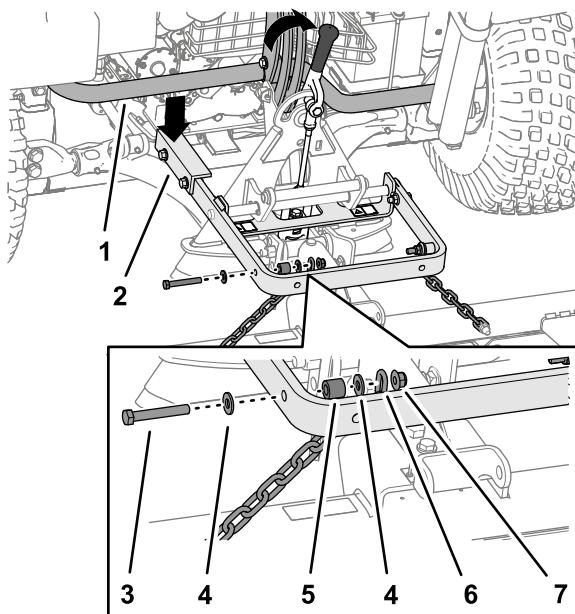

图7
重要事项 提升臂总成的长臂必须位于主机后机架总成的下方图7。
5. 使用 1 个螺栓 $\frac{3}{8} \times 2\frac{1}{2}$ 英寸、2 个垫圈 $\frac{3}{8} \times \frac{7}{8}$ 英寸、1 个隔片和 1 个锁紧螺母 $\frac{3}{8}$ 英寸将每个链条最上面的链环固定到提升臂(图7)的外侧。